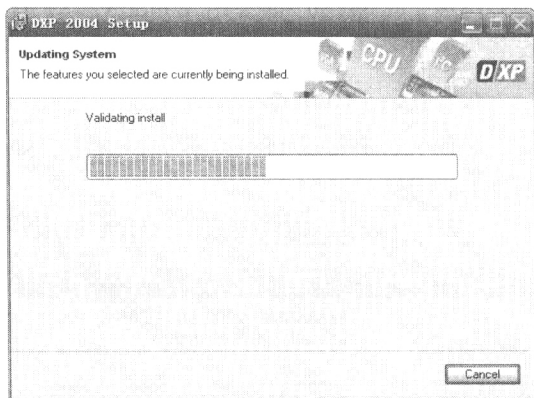

图 1-6 安装软件
- (7) 单击 **Next** 按钮，安装软件，如图 1-6 所示。